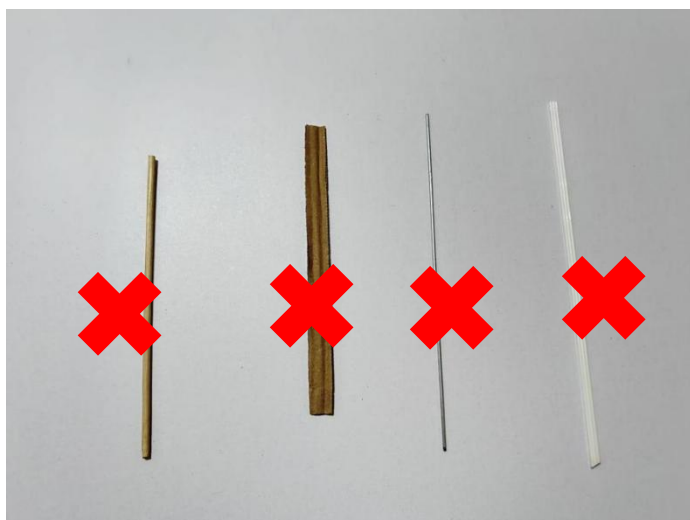

图 6
2. 任何形式（如铁丝、硬纸、吸管等）的可能用于加强结构的辅助材料。如图 6 所示。